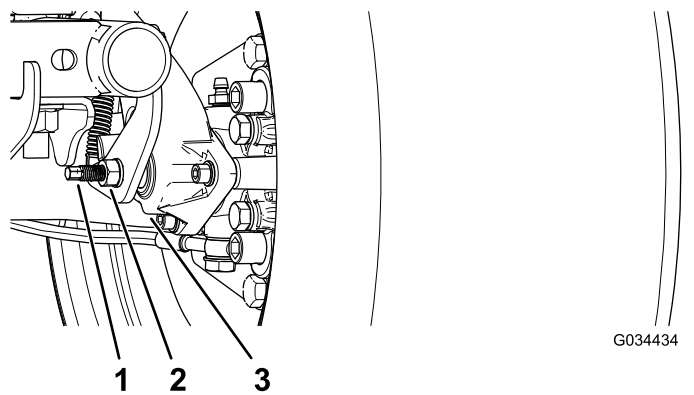

Figura 54
3. Utilizzando 2 chiavi, mantenete fermo il montante di regolazione sulla pinza con una chiave e allentate il controdado di 1/4 di giro con l'altra chiave (Figura 54).
4. Tenendo fermo il montante di regolazione e il controdado, girate il montante di regolazione per serrarlo (Figura 54).
5. Tenendo fermo il montante di regolazione e il controdado, allentate di 1/4 di giro (Figura 54).
6. Tenendo fermo il montante di regolazione e il controdado, serrate il controdado (Figura 54).